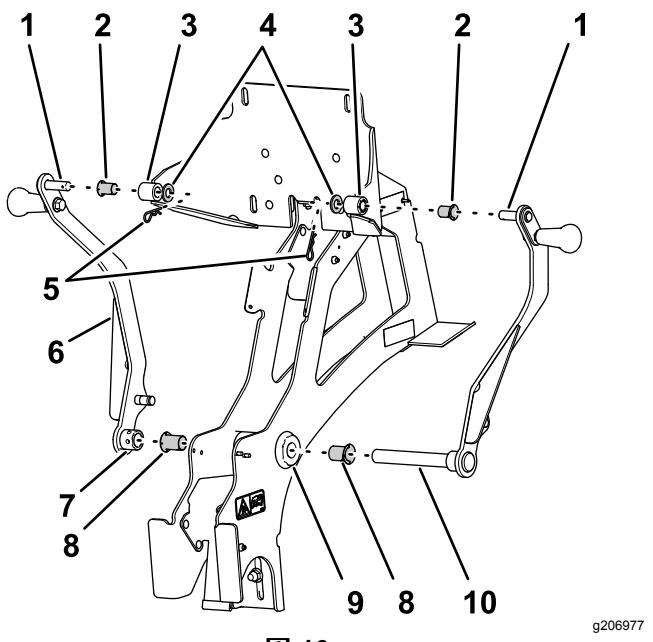

図 16
- メインサポートフレームのピボットチューブのそれぞれの端部にフランジ付きブッシュ内径 3/4 インチを入れる **図 16**。
- バックプレートの左右のハブにフランジ付きブッシュ内径 1/2 インチを入れる **図 16**。
- 右クレードルアームの下側ピボットピンを、ピボットチューブの右側からピボットに通して組み付ける **図 16**。
- 右クレードルアームの上側ピボットピンを、バックプレートの右側ハブに組み付ける **図 16**。
- 上側ピボットピンをバックプレートに固定する; ワッシャ 1/2 インチとヘアピンを使用する **図 16**。
- 左クレードルアームのハブを、ピボットチューブの左側フランジブッシュから突き出ている右クレードルアームの下側ピボットピンの端部に組み付ける **図 16**。
- 左クレードルアームの上側ピボットピンを、バックプレートの左側ハブに組み付ける **図 16**。
- 左クレードルアームの上側ピボットピンをバックプレートに固定するワッシャ 1/2 インチとヘアピンを使用する **図 16**。